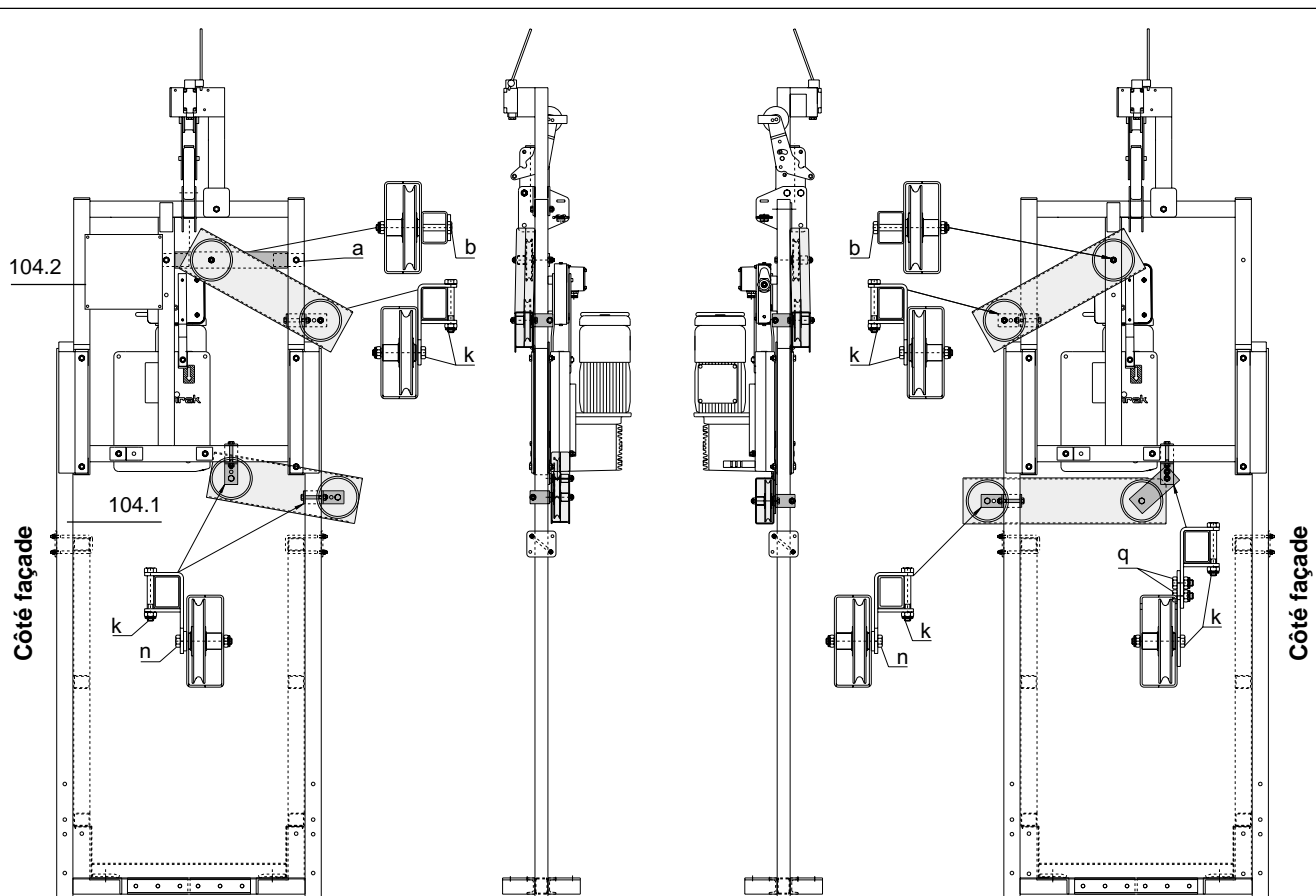

Fig. 1.25
1.9. Montage des déviations de câbles sur étriers cadres (Fig. 1.25)